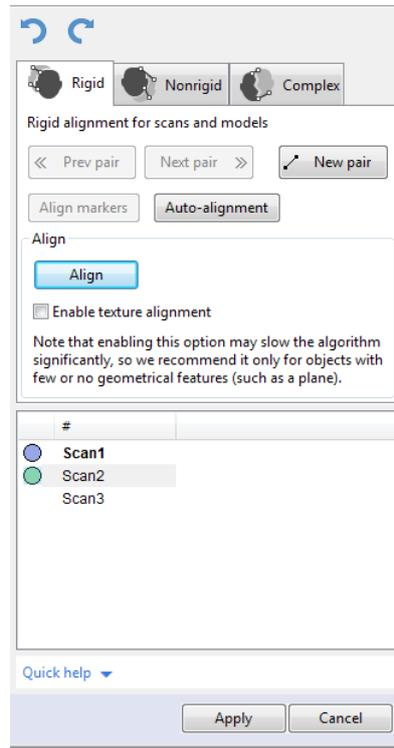

Рис. 9.14: Панель Сборка: вкладка Жесткая
1. Убедитесь, что на панели *Сборка* выбрана вкладка *Жесткая* (см. Рис. 9.14). Инструмент автоматически выберет все сканы. Снимите ненужные выделения с помощью клавиши Ctrl (см. *Сборка сканов*).
1. Убедитесь, что выбрана вкладка *Жесткая* (см. Рис. 9.14).